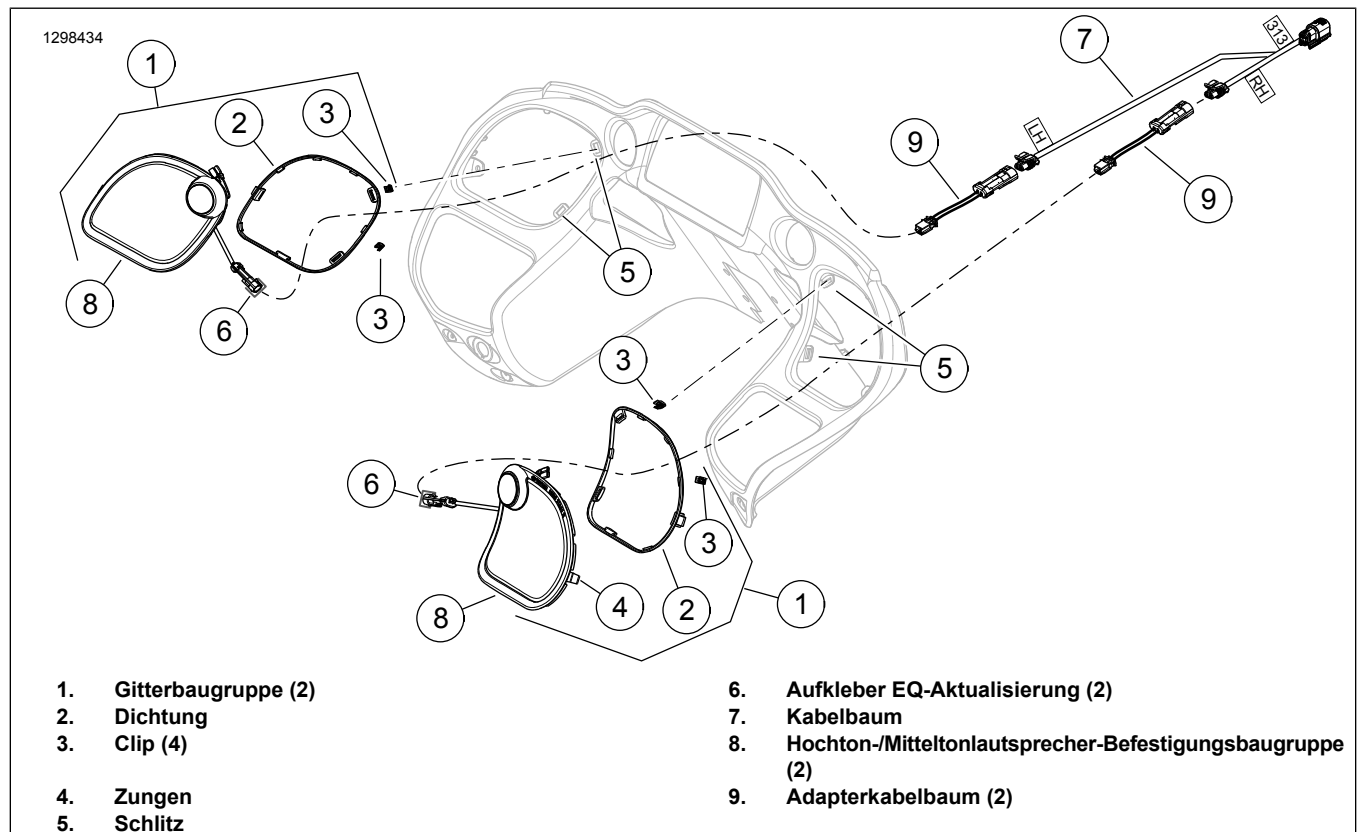
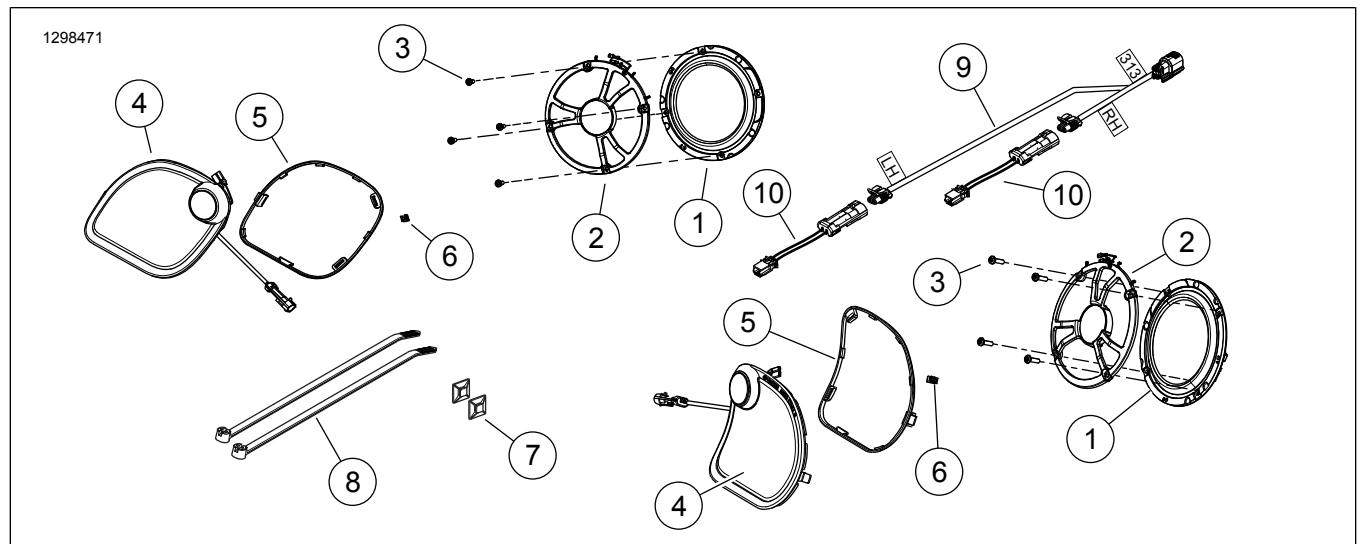

Abbildung 2. Hochtוןlautsprecher/Mitteltonlautsprecher und Gitter
Abbildung 4. Ersatzteile, BOOM! Audio Stage II Lautsprechersatz für die Verkleidung (FLTR)
Siehe Abbildung 4 und Tabelle 1.
5. Siehe Abbildung 2 >. Einbauen einer Gitterbaugruppe (1):
- b. Sicherstellen, dass die Gummidichtung (2) am Umfang des Gitters angebracht ist. Sicherstellen, dass sich die beiden Clips (3) auf den Gitterzungen (4) an der richtigen Stelle befinden. Beschädigte oder fehlende Komponenten austauschen.
- d. Die Lasche (4) in die äußere Seite der Lautsprecheröffnung einrasten lassen.
- e. Die Gitter-Halteclips in den Schlitten (5) einrasten lassen.
7. Siehe Abbildung 2 >. **ALLE Modelle:** Den Kabelbaum (7) in der Innenverkleidung ansetzen.
Für die in diesem Satz identifizierte Lautsprecher-Generation ist Adapterkabelbaum (9) Abbildung 2 oder Adapterkabelbaum (10) Abbildung 4 erforderlich, aber möglicherweise nicht bei allen Modellen. Einige Lautsprecher- und Kabelbaumkombinationen haben möglicherweise andere Kabelbaumanschlüsse. Adapter (69200925) verwenden, um den Anschluss zu ermöglichen.
9. Siehe Abbildung 4 >. Den Adapterkabelbaum (10) aus dem Satz hinzufügen.
10. Siehe Abbildung 2 >. Den Adapterkabelbaum mit dem Kabelbaum (7) verbinden.